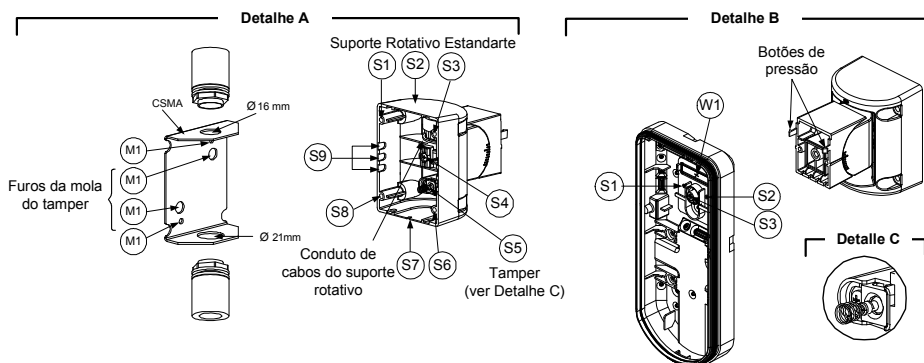

Figura 7
3. Abra os furos pré-marcados na base externa (Figura 7, Detalhe B)
4. No acessório do suporte rotativo remova o furo pré-marcado da fiação do cabo do suporte rotativo S2, S7 ou S9 (Figura 7, Detalhe A).
5. Remova o tampo posterior da base interna (Ver "Trocando a Posição do Tampo Posterior") e conecte-o ao S5 (Figura 7, Detalhe A) no Suporte Rotativo Estandarte.
- a. Insira a fiação do cabo externo através dos furos pré-marcados S2, S7 ou S9 e tire-os (incluindo os cabos do tampo) através do Conduto dos Cabos do Suporte Rotativo (Figura 7, Detalhe B).
### Montagem do Conduto do Suporte Rotativo (usando Adaptador do Conduto de Metal do Suporte Rotativo – CMSA, Figura 7, Detalhe A)
- d. Insira os cabos externos e os cabos do tampo desde o conduto através do Conduto de Cabos do Suporte Rotativo do suporte rotativo (Figura 7, Detalhe A).
A mola do tampo S5 (figura 7) deve fazer contato com a parede através dos furos das molas do tampo M2 ou M3 no CMSA. Certifique-se de escutar o "Clique" do tampo ao ser conectado à parede.
7. Insira os cabos do tamper e a fiação do cabo externo do Suporte Rotativo Estandarte através do furo pré-marcado W1 na base externa (Figura 7, Detalhe B).